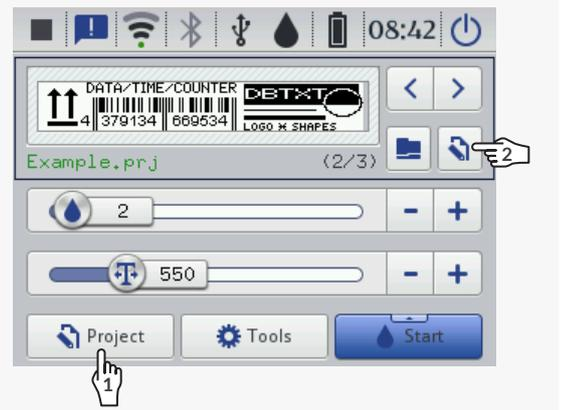

Abb. 24.
- Das aktuell angewählte Objekt wird durch graue Unterlegung und rote Einfassung markiert (siehe Abb. 24 auf Seite 56).
- Der Projektname **G** (siehe Abb. 24 auf Seite 56) wechselt seine Farbe in gelb nach irgendeiner Modifizierung des Projektinhaltes. Nach dem Abspeichern des Projekts wechselt die Farbe des Projektnamens zurück in weiß.